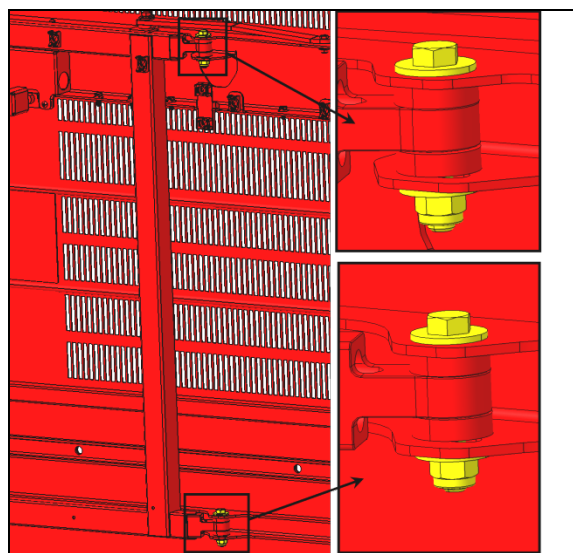

FIGURE 113:
4. Si la position verticale est hors tolérance, vous pouvez ajuster la porte en utilisant le jeu aux points d'attache entre les bras et la porte (Figure 113:).